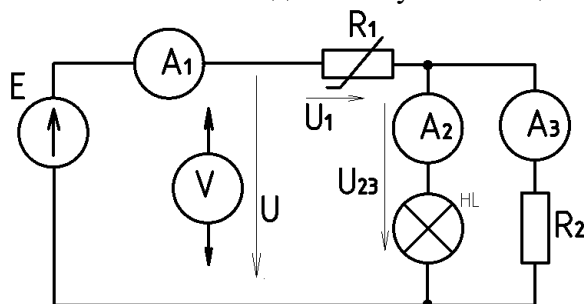

Рис.2.
4. Выполнить графический расчет токов ветвей и напряжений на отдельных участках цепи по рис. 2 для указанного преподавателем значения входного напряжения. Результаты расчета занести в табл. 2.
5. Для проверки расчета нелинейной цепи собрать электрическую цепь по рис. 2 и предъявить ее для проверки преподавателю. После проверки схемы включить электропитание и установить заданное значение входного напряжения U . Измерить токи I_1 , I_2 и I_3 , а также напряжения U_1 и U_{23} на отдельных участках цепи. Результаты занести в табл. 2.